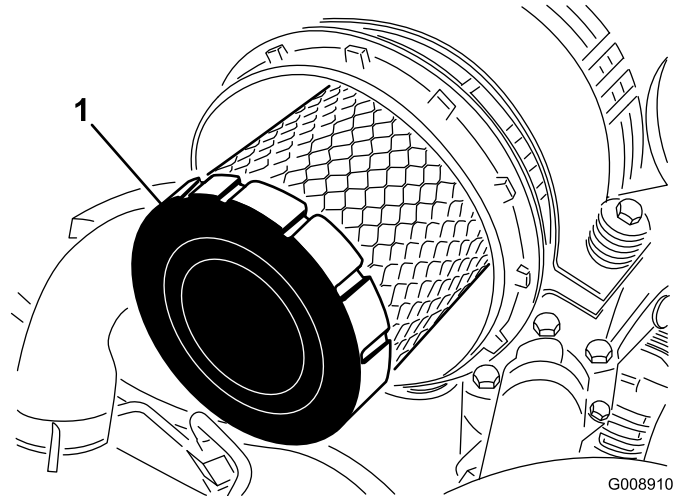

Figura 43
4. Retire y cambie el filtro primario (Figura 43).